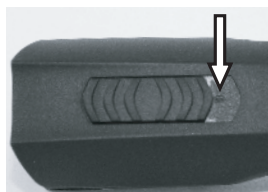

Fig. 4 Interrupteur posición DESCO. ("0")
1. Examine los contactos de la esquiladora (1) y de la batería (2) a cuerpos extraños y ensuciamientos.
2. Asegure que el interruptor de la esquiladora está en posición DESCO ("0") (fig.4).
1. Meta el interruptor a la posición DESCO "0" (fig. 4).
2. Apriete el enclavamiento de batería (2) de los dos lados hacia el interior y retire la batería (1) de la esquiladora.